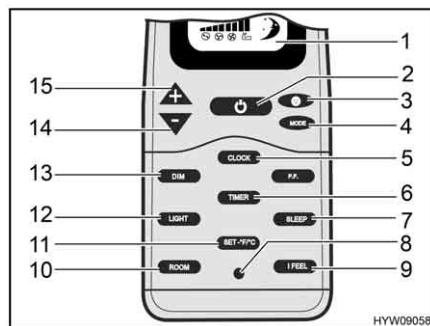
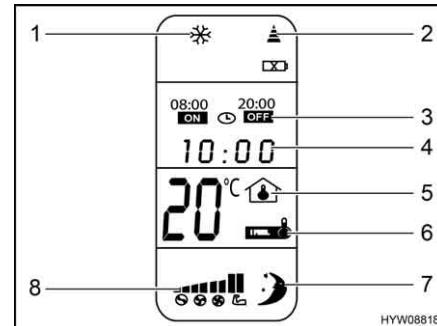

Fig. 123 Telecomando
Fig. 124 Display digitale
- Se l'impianto di climatizzazione è in modalità standby: Premere il tasto On/Off (Fig. 123,2) sul telecomando.
- Premere il tasto On/Off (Fig. 123,2) sul telecomando. L'impianto di climatizzazione passa in modalità standby.
- Premere il tasto luce (Fig. 123,12) sul telecomando.
- Premere il tasto regolazione luminosa (Fig. 123,13) e impostare la luminosità desiderata con i tasti "+" (Fig. 123,15) e "-" (Fig. 123,14).
- Premere il tasto invio (Fig. 123,11). Le impostazioni vengono salvate.
- Premere il tasto invio (Fig. 123,11) sull'unità a soffitto. Le impostazioni vengono trasmesse tutte insieme all'impianto di climatizzazione e la ricezione è confermata dall'emissione di un segnale acustico.
Impostazione dell'ora:	■ Premere il tasto ora (Fig. 123,5) finché l'indicazione dell'ora (Fig. 124,4) lampeggiava. ■ Impostare l'ora attuale con i tasti "+" (Fig. 123,15) e "-" (Fig. 123,14). ■ Premere il tasto invio. L'ora è memorizzata.